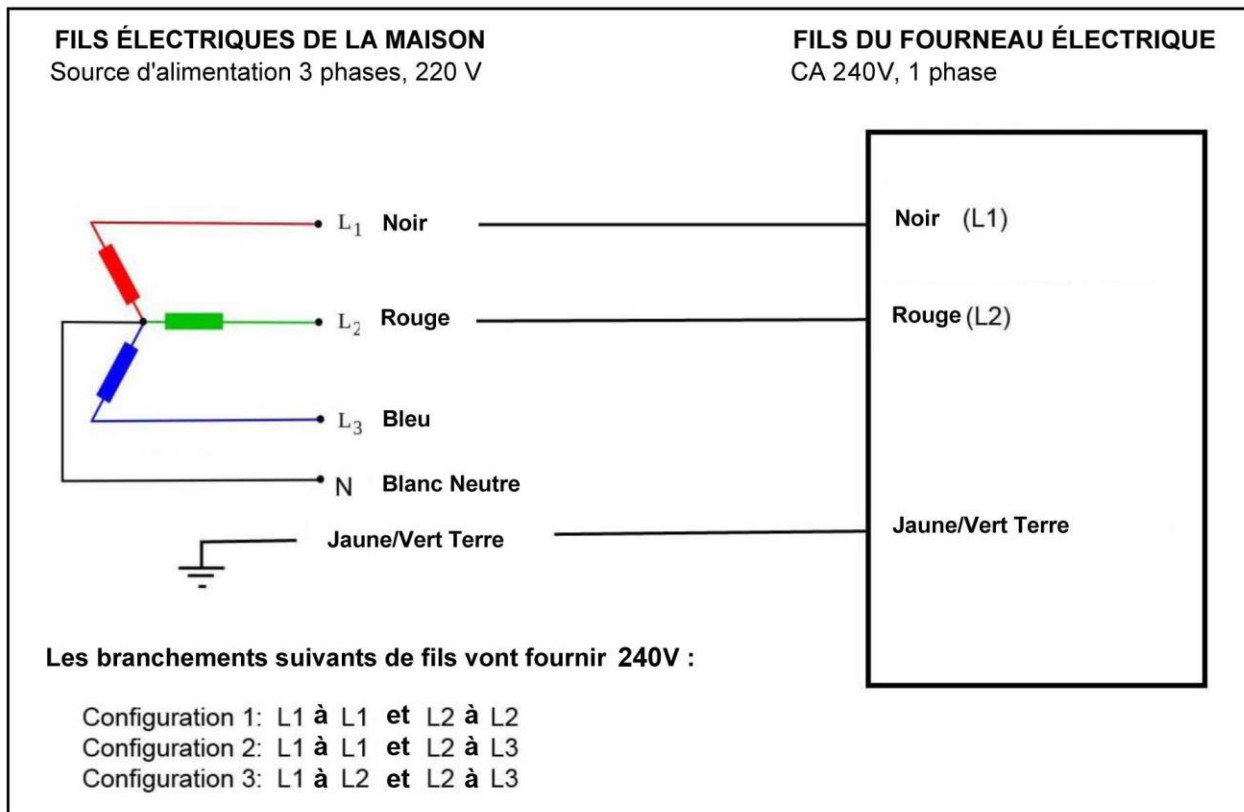

Figure 8
- 2) Veuillez consulter le diagramme ci-dessous pour savoir comment brancher les fils du fourneau de cuisine autostable aux fils de l'alimentation électrique de la maison. (Voir la figure 8)